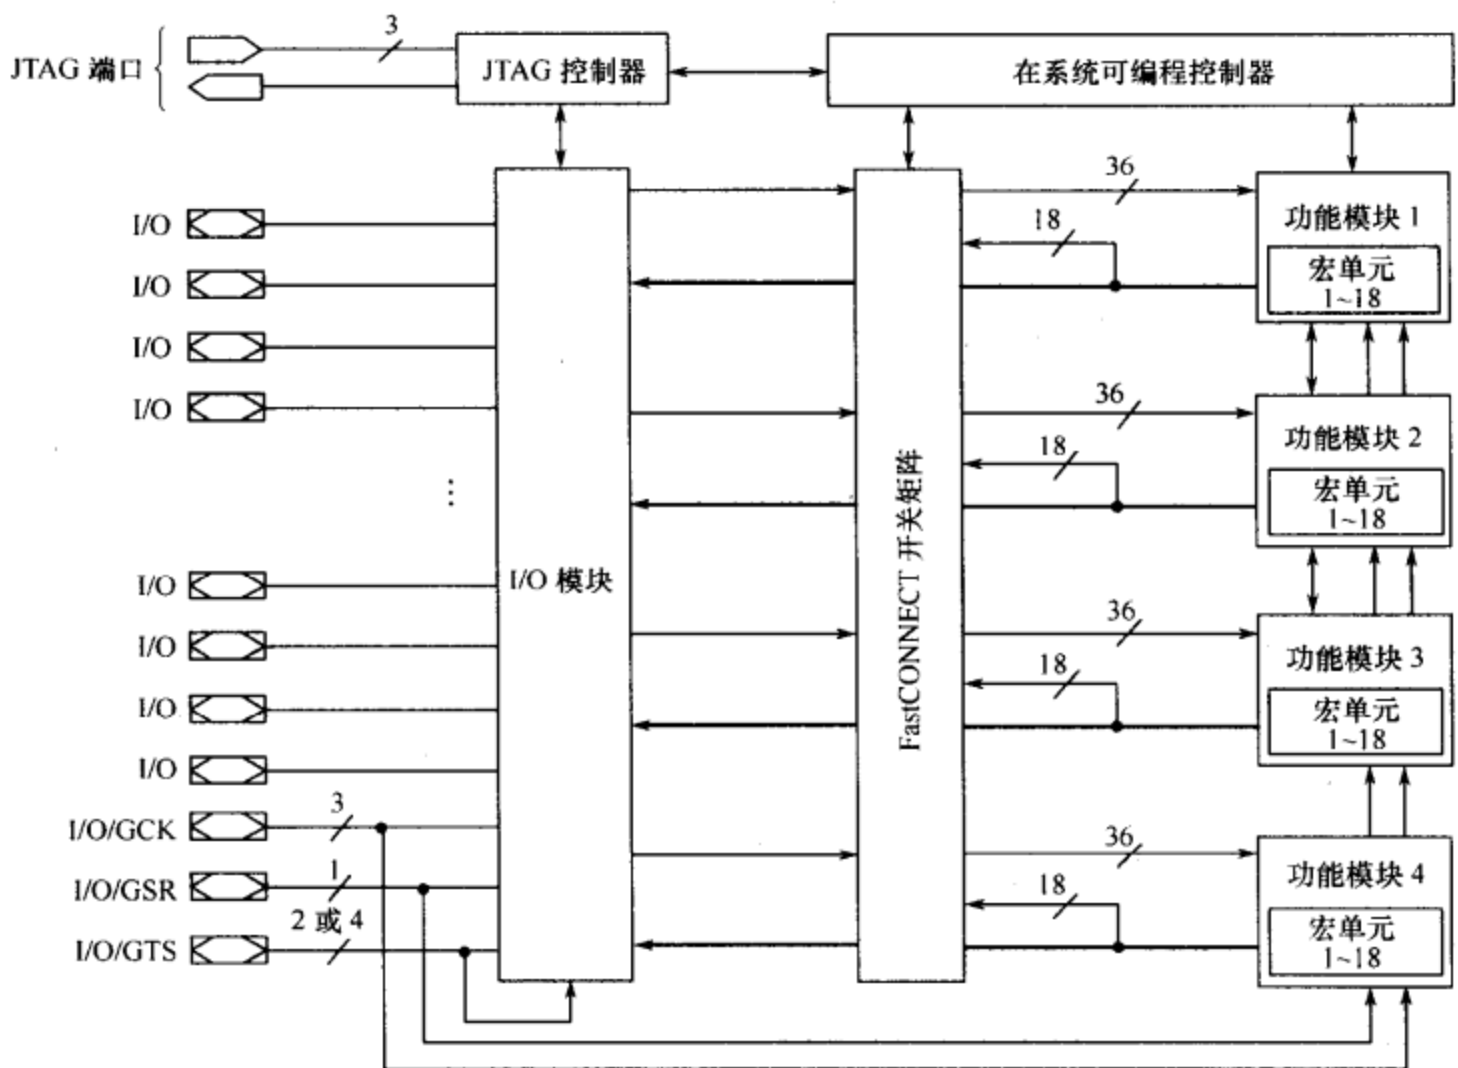

图 1-11 XC9500 系列 CPLD 结构图
XC9500 系列器件包括多个功能模块 (FB) 和 I/O 模块 (IOB), 并通过 FastCONNECT (快速连接) 开关矩阵实现内部连接。IOB 提供器件输入和输出的缓冲。每个 FB 提供 36 个输入和 18 个输出的可编程逻辑。FastCONNECT 开关矩阵将所有 FB 输出和输入信号连接到 FB 输入。对于每一个 FB, 12~18 个输出 (取决于封装引脚数) 和相关的输出使能信号直接驱动 IOB, XC9500 系列 CPLD 结构如图 1-11 所示。